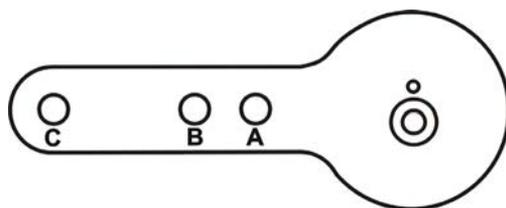

Figura 16 - Leva per attuatore Multispring modello 87/88
3. Selezionare il foro di montaggio A, B, C o D per la corsa della valvola. Ad esempio, il foro B è mostrato nella Figura 16 a pagina 45 per un attuatore di dimensione 10 con corsa 1,0". Se non diversamente specificato, il montaggio dell'unità SVI II AP presuppone che l'attuatore sia nella normale posizione verticale. Il foro di montaggio nell'apertura a fessura del supporto di montaggio deve trovarsi a sinistra guardando l'attuatore, quando questo è in posizione verticale.
6. Unire l'estremità della barra filettata destra alla leva dell'unità SVI II AP usando una vite a testa incassata 1/4 - 20 x 1" con dado come mostrato. La posizione del foro della leva da utilizzare dipende dalla corsa specifica della valvola. Fare riferimento alla Figura 16 a pagina 45 e a Selezione del collegamento della valvola a movimento alternato, Tabella 6 a pagina 46.